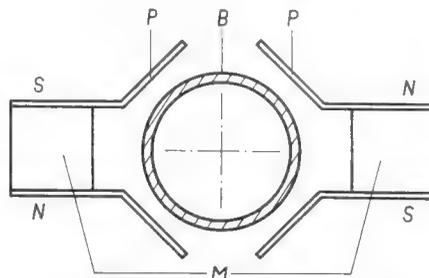

Bild 2a. Die Achsen der Magnete verlaufen quer zur Bildröhrenachse B, die Magnete M sind gegensinnig gepolt, P = Polschuhe
2. Anordnung nach Bild 2a. Hier ist im Vergleich zu Bild 1 die Lage der Magnete zur Bildröhrenachse um 90° versetzt. Die beiden Magnete sind außerdem nicht mehr gleichsinnig, sondern gegensinnig gerichtet.